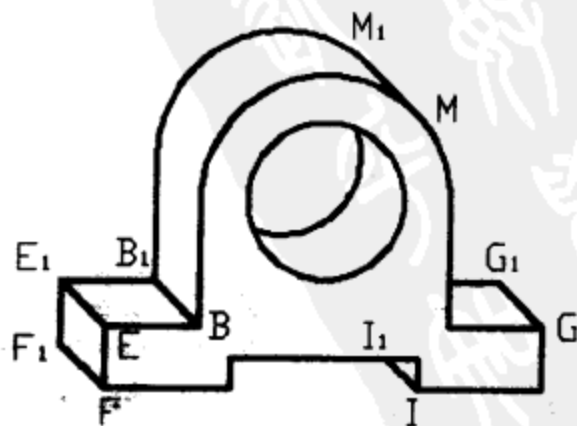

图 1-22 支架斜二轴测图
指定下一点或[放弃 (U)]: 捕捉 B₁ 点, 绘出直线 BB₁, 如图 1-22 所示。
(20) 重复 (19) 作图步骤, 绘出直线 EE₁、FF₁、GG₁、II₁, 如图 1-22 所示。
(21) 重复【直线】命令, 单击【对象捕捉】工具条中【捕捉到切点】命令按钮, 命令行提示:
命令: `LINE` 指定第一点: 捕捉 M 点, 如图 1-22 所示。
指定下一点或[放弃 (U)]: 捕捉 M₁ 点, 绘直线 MM₁, 如图 1-22 所示。
(22) 单击【修改】工具条中【修剪】命令按钮, 执行修剪命令。命令行提示:
选择要修剪的对象, 或按住 Shift 键选择要延伸的对象, 或 [投影 (P)/边 (E)/放弃 (U)]: 修剪掉被遮挡的图线, 回车结束命令, 如图 1-22 所示。